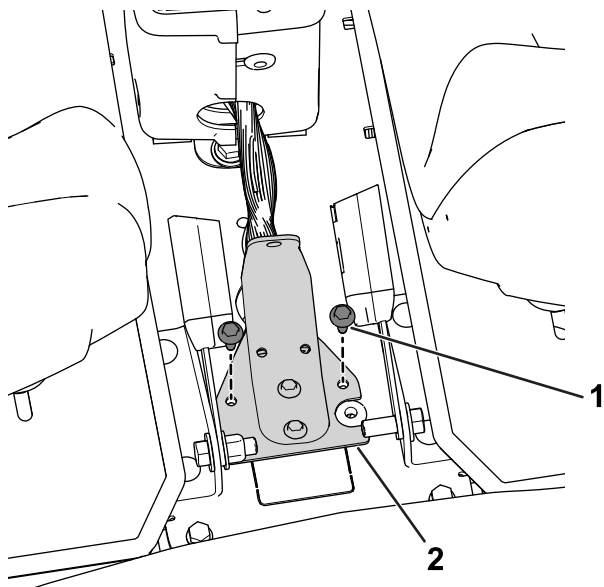

図 31
3. 先ほど外したボルトを使って、ハーネスベースをコンソールに固定する 図 31。